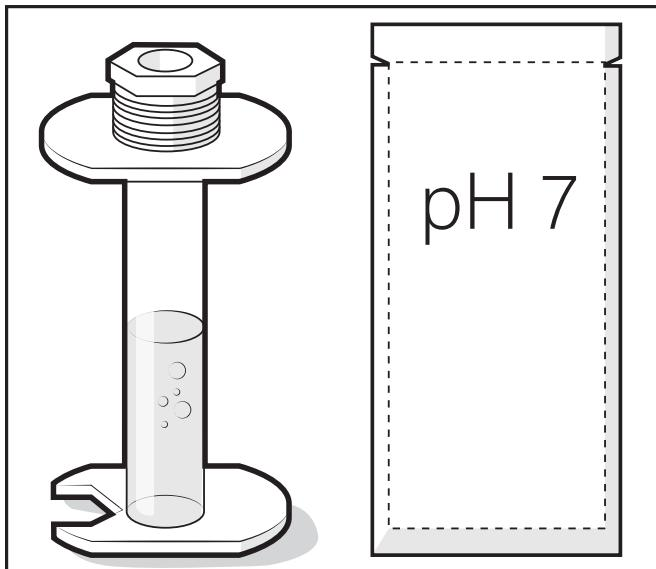

Figura 5. Llene el tubo de almacenamiento hasta la mitad
4. Llene el tubo de almacenamiento hasta la mitad con solución de tamponado pH 7, consulte la Figura 5.